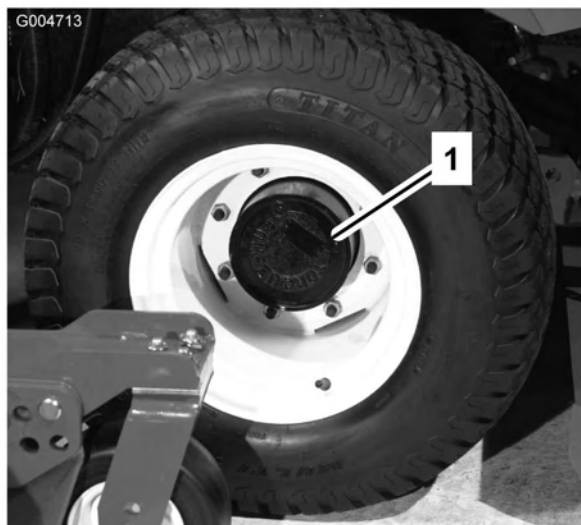

Bild 56
1. Stellen Sie die Maschine auf eine ebene Fläche und positionieren Sie das Rad so, dass sich die Prüf-/Ablassschraube (Bild 56) in der tiefsten Stellung befindet.